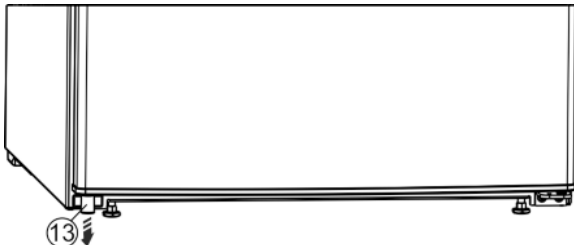

Fig. 4
- ▶ Linksonder het afstandsdeel Fig. 4 (13) uit de deur verwijderen.